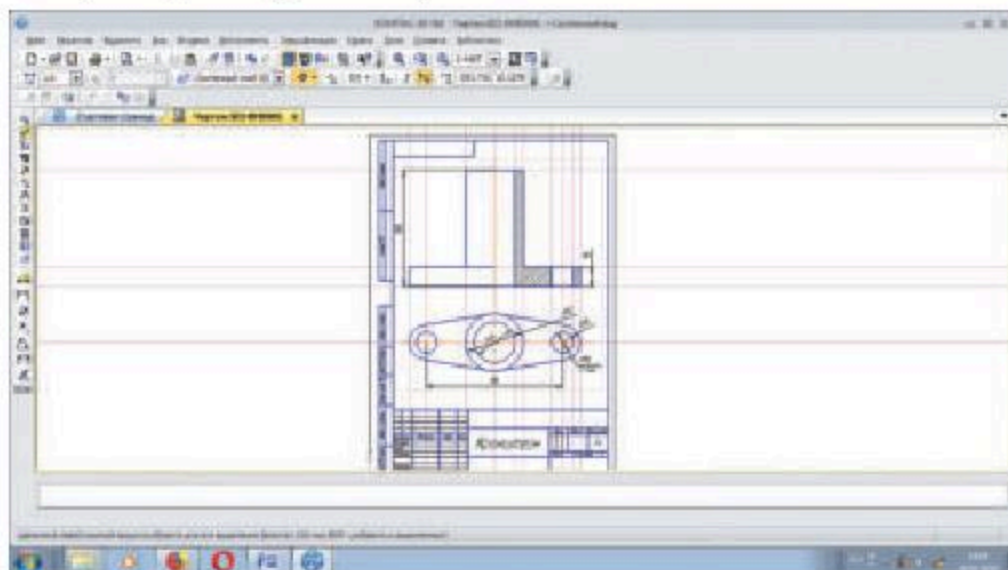

Рис. 15.7
6. Обводим чертеж. Теперь остается нанести размеры и заполнить основную надпись (рис. 15.7).